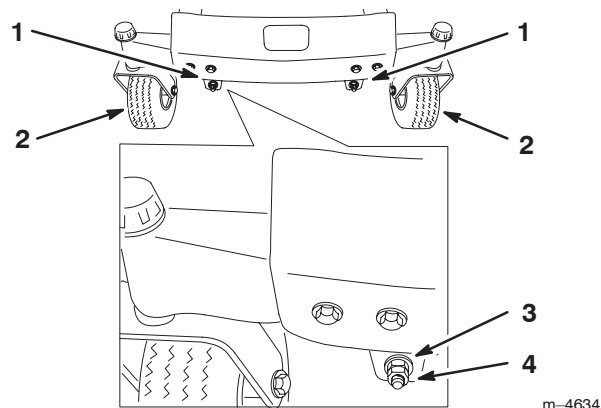
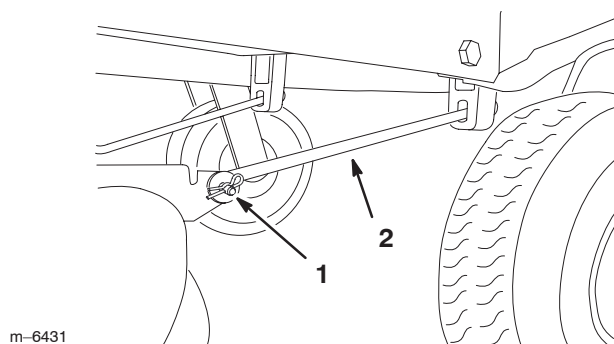

Figure 42
Figure 44
- Pour régler l'inclinaison avant/arrière des lames, retirez les contre-écrous et tournez les écrous de réglage à l'avant du plateau de coupe (Fig. 42).
- Après avoir réglé uniformément les écrous, contrôlez de nouveau l'inclinaison avant/arrière. Poursuivez le réglage des écrous jusqu'à ce que la pointe avant de lame soit de 1,6 à 7,9 mm (1/16–5/16 pouce) plus basse que la pointe arrière (Fig. 42).
Remarque : Après avoir réglé les écrous de réglage, vérifiez qu'**aucune** des tige de support ne présente de **jeu** (Fig. 44). Serrez l'une ou l'autre pour supprimer le jeu (Fig. 42).
4. Retirez la goupille fendue et l'axe de chape de la tige de support avant de chaque côté du plateau de coupe (Fig. 44).
- Fixez les tiges de support avant à la machine à l'aide des axes de chape et des goupilles fendues (Fig. 44).